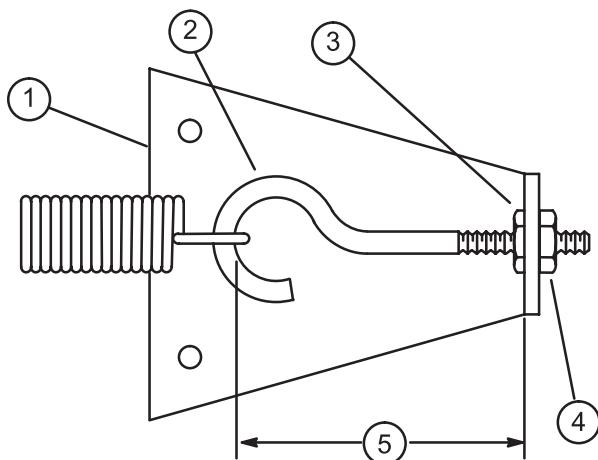

図 65
3. アイボルトをスプリング・アンカーブレート（図65）に固定している外側のナットをゆるめる。